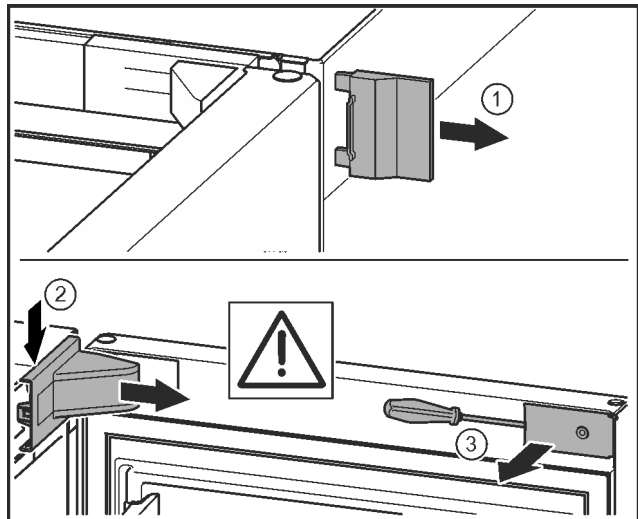

Fig. 21 \*
- ▶ Buitenste afdekking verwijderen. Fig. 21 (1) \*
- ▶ Lagerbusafdekking ontgrendelen en losmaken. Afdekking van de lagerbus verwijderen. Fig. 21 (2) \*
- ▶ Paneel met de sleufschroevendraaier losmaken en naar de zijkant draaien. Fig. 21 (3) \*